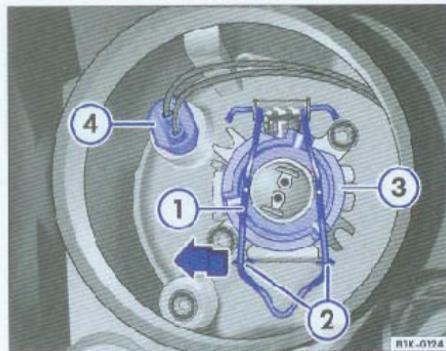

图31 远光灯灯泡3和边灯灯泡4
- 从灯泡座上拔下插头③ \Rightarrow 图31。
- 翻开钢丝卡夹①，按箭头方向从固定突耳②上脱开。
- 将待新灯泡的灯泡座放回大灯，确保固定突耳②处于底部。
- 从大灯上拆下泡座④ \Rightarrow 图31。